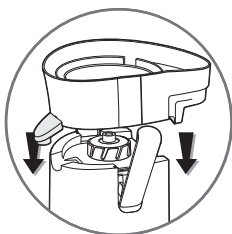

fig.2
- Поместите сокоприемник (**E**) на блок двигателя (**H**) - см. Рис. 2.